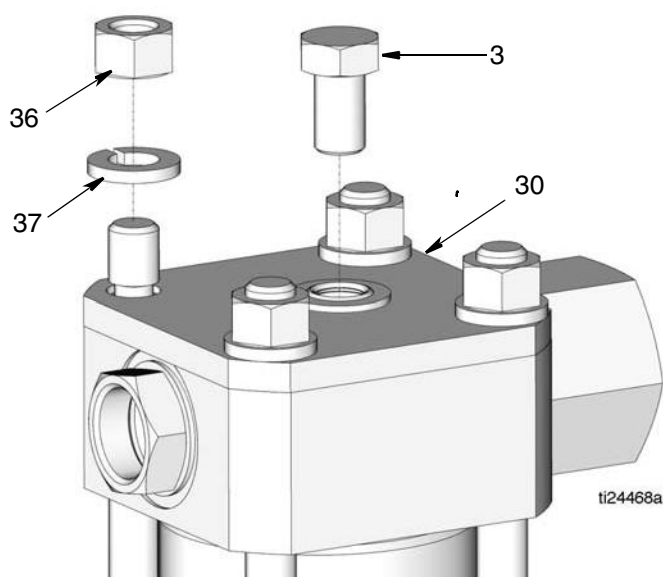

Рис. 19
8. Снимите пластину крышки (30) (Рис. 19).
9. Постучите резиновым или пластиковым молотком по нижней части поршневого штока (35) и ослабьте крепление цилиндра (25).
10. Возьмитесь за верхнюю часть крышки цилиндра (31) и извлеките поршневой шток (35) из цилиндра (25). Положите узел на бок.